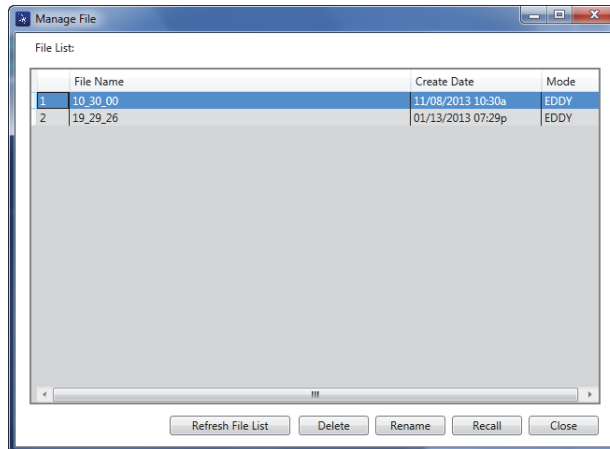

Figura 7-17 La finestra di dialogo Manage File
Appare la finestra di dialogo **Manage File** (gestione file) [vedere Figura 7-17 a pagina 221].
1. Nella finestra di dialogo **Manage File** (gestione file), selezionare il file da eliminare ed in seguito cliccare su **Delete** (elimina) [vedere Figura 7-17 a pagina 221].
1. Nella finestra di dialogo **Manage File** (gestione file), selezionare il file da rinominare, ed in seguito cliccare su **Rename** (rinomina) [vedere Figura 7-17 a pagina 221].
1. Nella finestra di dialogo **Manage File** (gestione file), selezionare il file da richiamare, ed in seguito cliccare su **Recall** (richiama) [vedere Figura 7-17 a pagina 221].
- ◆ Nella finestra di dialogo **Manage File** (gestione file), cliccare su **Refresh File List** (aggiorna elenco dei file) [vedere Figura 7-17 a pagina 221].